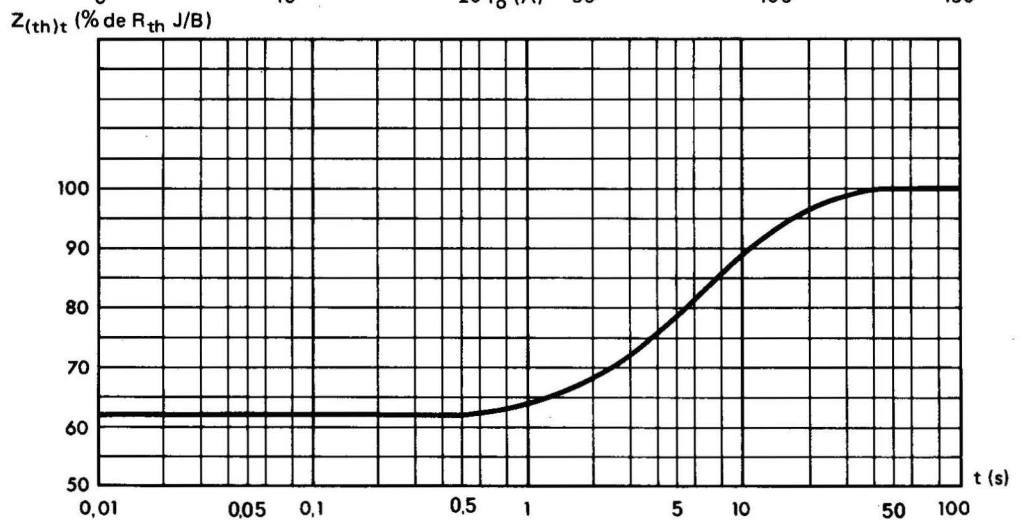

Fig. 7 :
* Pour des temps différents cf figure 7